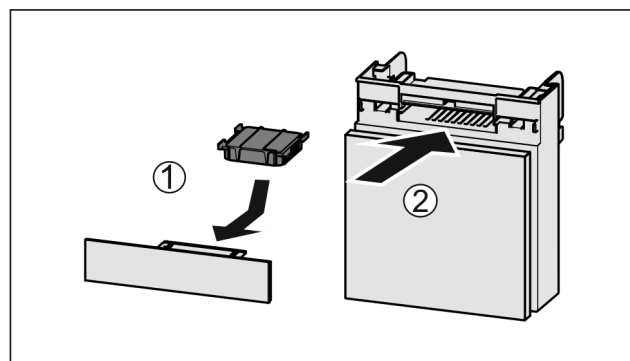

Fig. 149
- Inserire il vano Fig. 149 (2).